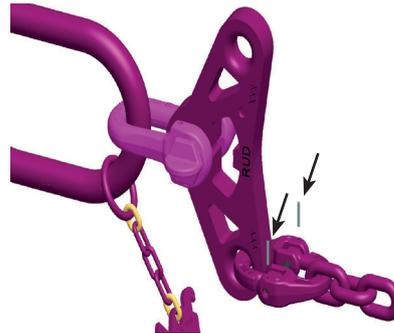

Abb. 10: Sichern des Verbindungsbolzens mittels Spannstift
- 6 Sichern Sie das montierte Verbindungsschloss wie folgt (Abb. 10):